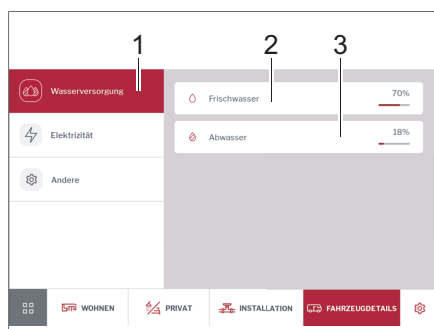

Bild 289 Vattenförsörjning
- Klicka på knappen *Vattenförsörjning* (Bild 289,1). Fyllningsnivåerna visas för färskvattentanken (Bild 289,2) och avloppstanken (Bild 289,3) i %.